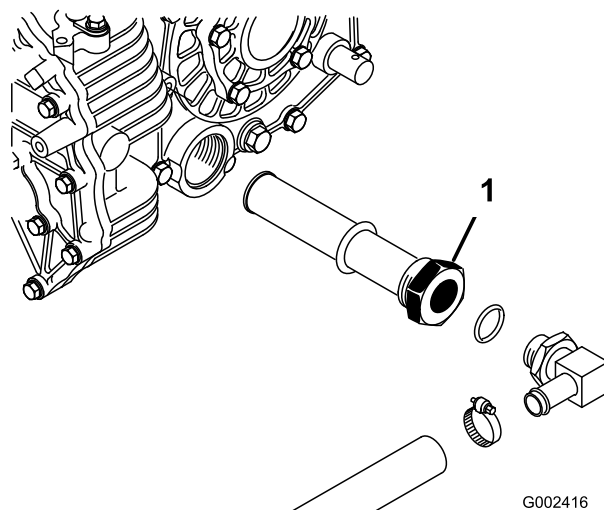

Figura 77
3. Annotatevi l'orientamento del flessibile idraulico e del raccordo a 90° collegati al filtro sul fianco del serbatoio (Figura 77). Togliete il flessibile idraulico e il raccordo a 90°.